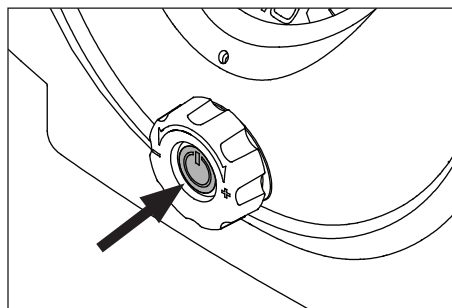

Figura 5 - Botón de encendido
4. Gire la perilla de selección de presión a la posición "LO" (el ajuste LO está justo debajo del ajuste de 1,38 bar o 20 psi). (Vea la Figura 5).
4. Gire la perilla reguladora hasta alcanzar la presión deseada. (Vea la Figura 5).